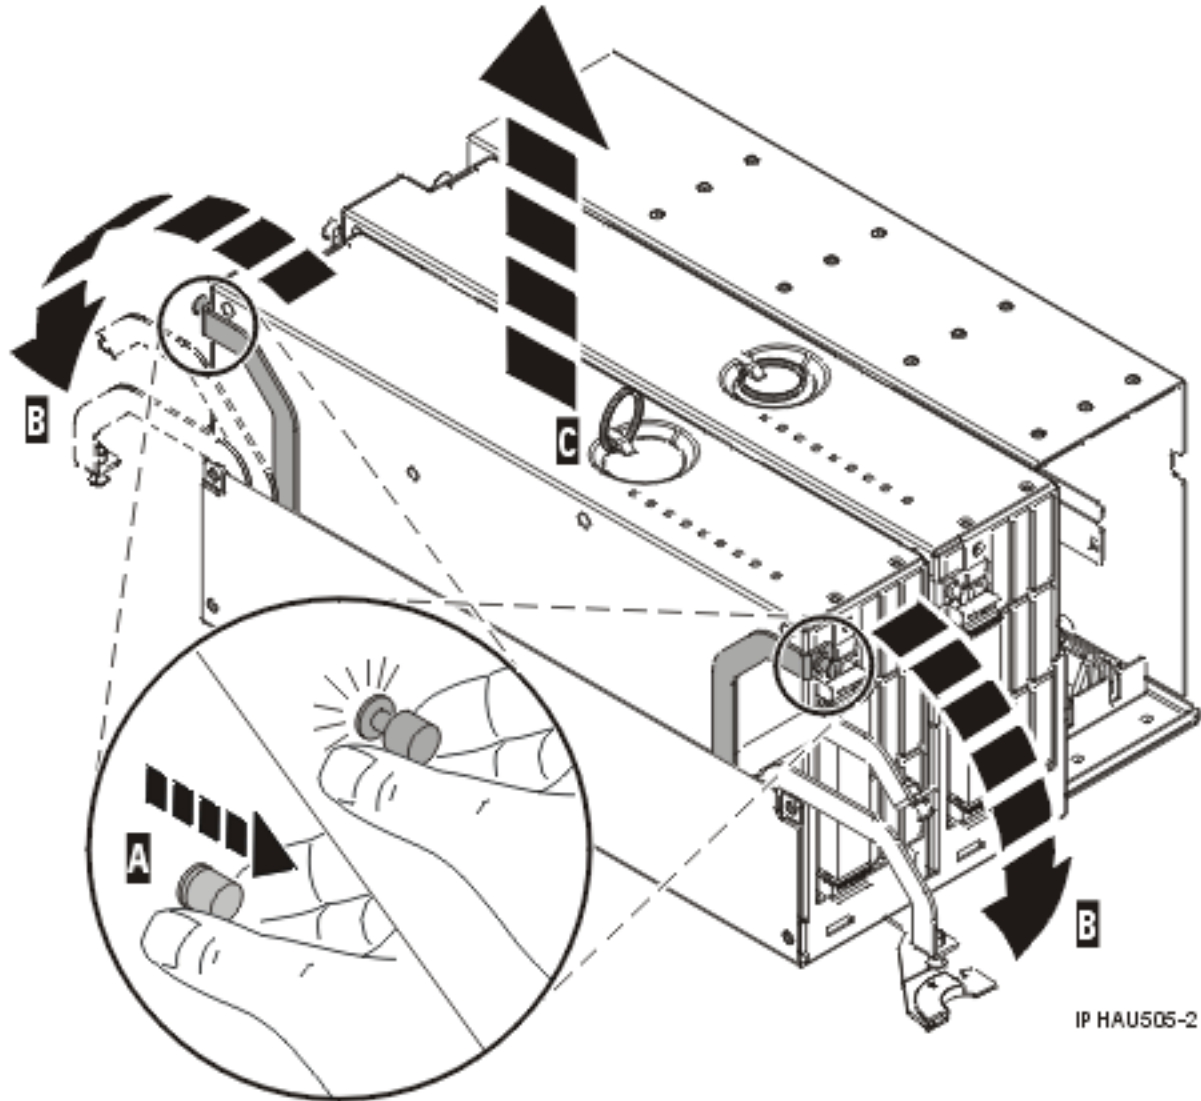

Figure 8. Retrait du bloc processeur système du fond de panier système
2. Comme indiqué dans la figure 8, à la page 12, tirez sur les boutons de verrouillage (A) jusqu'à ce qu'ils se déverrouillent. Abaissez les bras de verrouillage (B) pour dégager le bloc processeur, puis retirez-le du fond de panier système (C).